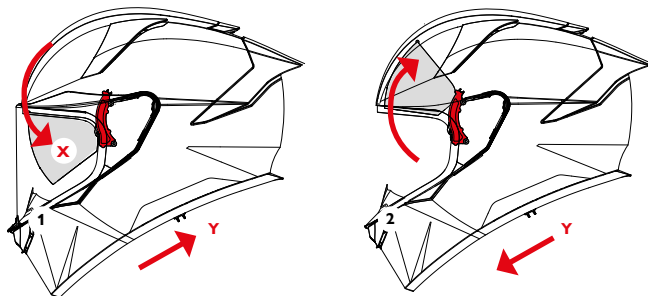

FIGURA 13
**Cómo Accionarlo** — Figura 13